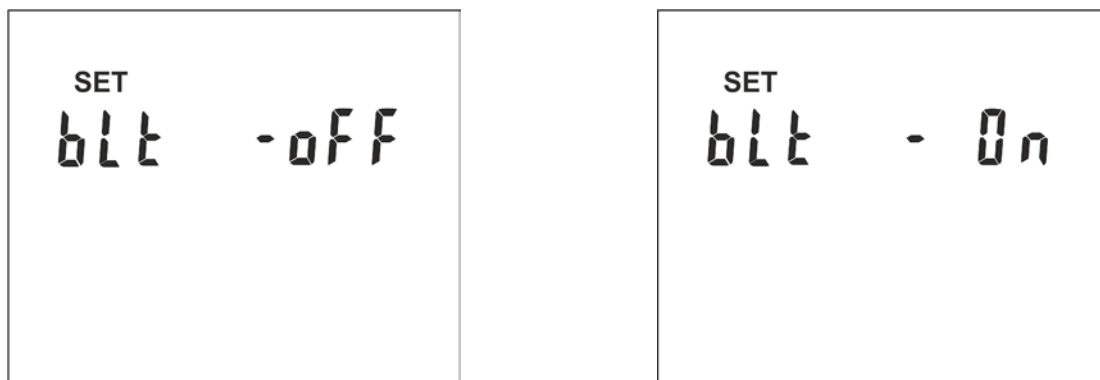

Abb. 4: Einstellung der Hintergrundbeleuchtung des Displays
3. Drücken sie die Pfeiltasten **←** oder **→** zur Einstellung der Hintergrundbeleuchtung des Displays. Die Bildschirmseite in Abb. 4 – linke Seite erscheint im Display.